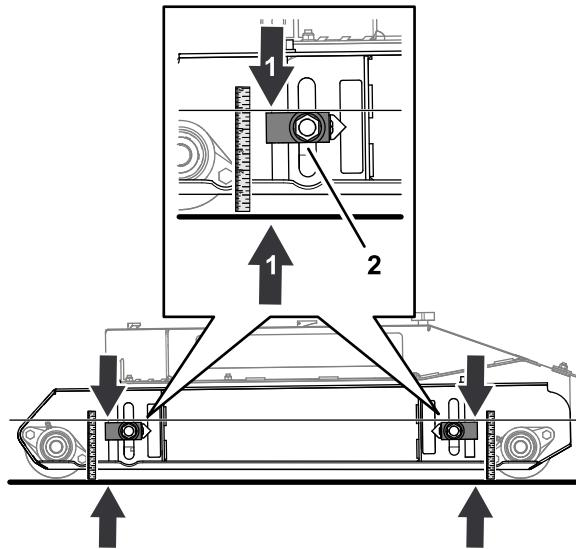

Figura 79
1. Afloje la tuerca que fija el bloque ajustador de la altura de corte (Figura 79).
desde la parte superior del bloque del ajustador hasta el suelo (Figura 79).